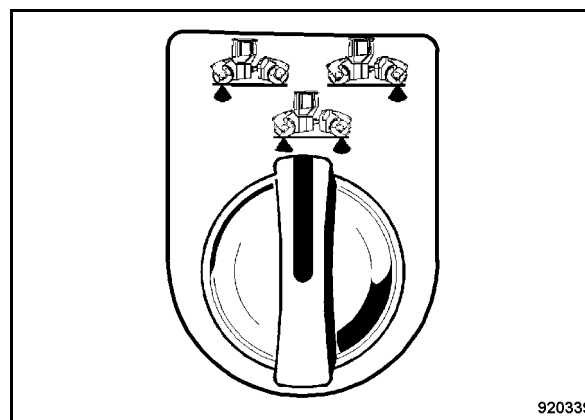

Fig. 85
- Con l'interruttore rotante Preselezione tamburi, (Fig. 85) preselezionare il tamburo desiderato o i tamburi desiderati.